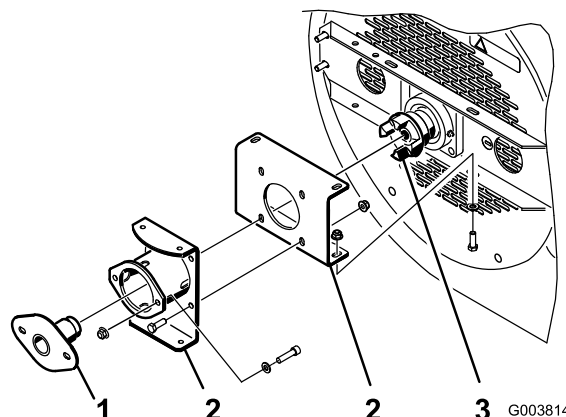
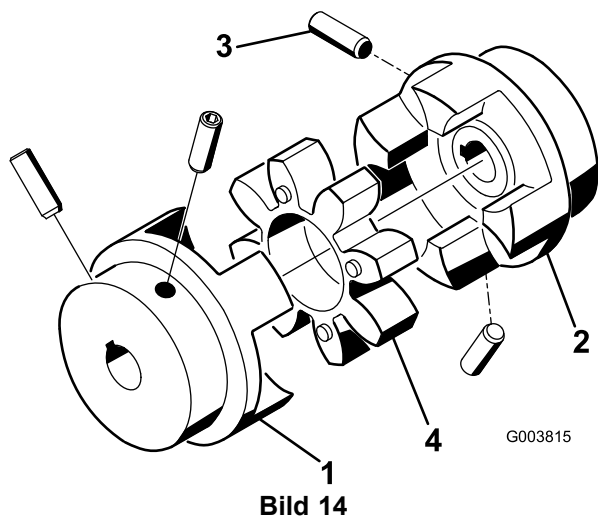

Bild 13
Bild 14
1. Stellen Sie sicher, dass die Befestigungshalterungen am Bläsergehäuse montiert sind, die Schrauben und Muttern jedoch lose sind (Bild 13).
2. Setzen Sie das Werkzeug zum Ausrichten der Lager durch die Befestigungshalterungen in die Lüfterkupplung ein (Bild 13). Stellen Sie sicher, dass die Spinnenkupplung (Bild 14) nicht in der Kupplung ist.
- Die Stellschrauben, mit denen die Kupplungen des Motors und der Lüfterwelle (Bild 14) befestigt sind, müssen auf 6,6 bis 9,3 Nm angezogen werden.